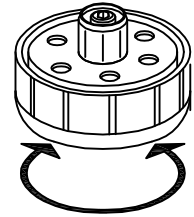

Abb. 1
- Möbelgleiter (Teil 50611 aus dem Beschlagkarton) in den Sockelboden einsetzen und auf den Nullpunkt voreinstellen (Abb. 1).